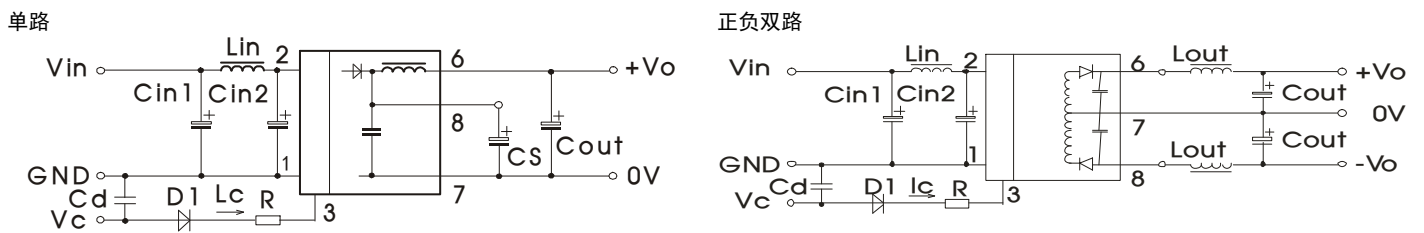

图 2
①所有该系列的 DC/DC 转换器在出厂前, 都是按照 (图 2) 推荐的测试电路进行测试。
②若要求进一步减少输入输出纹波, 可将输入输出外接电容 C_{in} 、 C_{out} 加大或选用串联等效阻抗值小的电容, 但容值不能大于该产品的最大容性负载。